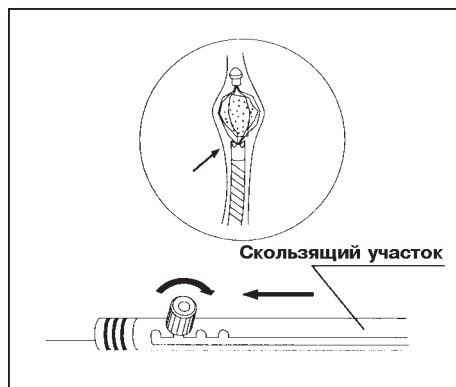

Рис. 3.11.
4. Под рентгеноскопическим контролем проведите дистальный конец спиральной оболочки рядом с конкрементом. Полностью втяните трубчатую оболочку в просвет спиральной (проволочной) оболочки. Затем установите ручку спиральной оболочки в прорезь, расположенную возможно ближе к идентификационной метке, и затяните ручку поворотом против часовой стрелки (см. рис. 3.11).